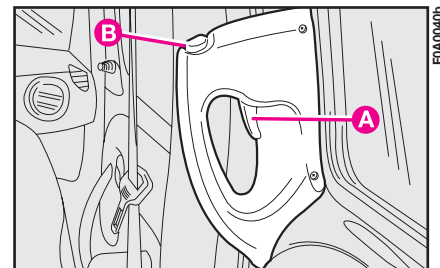

fig. 112
**Apertura:** tirare la levetta **A**-fig. 112 di sgancio della serratura e far scorrere la porta verso la parte posteriore della vettura.